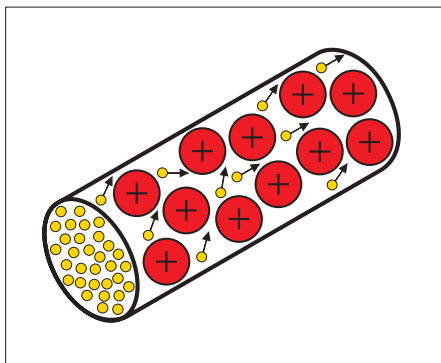

Fig. 1 Elektronoverskud og elektronunderskud
Spænding: En elektrisk spænding opstår som følge af elektronernes forsøg på at udligne potentialforskellen mellem en elektrisk ladning med elektronoverskud (minuspotential) og med elektronunderskud (pluspotential) (fig. 1). Elektrisk spænding har formeltegnet U og måleenheden volt (V).